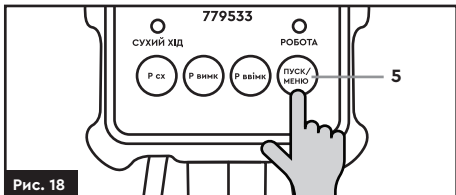

Рис. 18
В разі виникнення помилки або аварії, перезапустіть насос, натиснувши на кнопку **«ПУСК/МЕНЮ» (5)** (рис. 18).